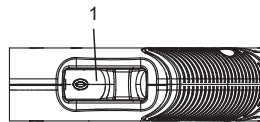

Fig. 5
Pour mettre le souffleur/balai en marche, glissez l'interrupteur marche-arrêt (1) vers l'avant (Fig. 5). Pour arrêter le souffleur/balai, glissez l'interrupteur marche-arrêt vers l'arrière de l'outil.